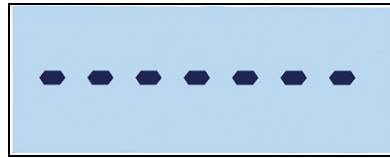

Figure 2-18 : Détection d'un poids stable
- Confirmez le nombre de référence en appuyant sur . "-----" s'affichera (Figure 2-18) pendant que la balance détecte un poids stable. Assurez-vous que le nombre d'échantillons sur la balance correspond aux valeurs de référence sélectionnées. Si un poids stable est détecté avant la fin de la temporisation, l'application de comptage démarre ; sinon l'écran reste dans l'état du pesage précédent.